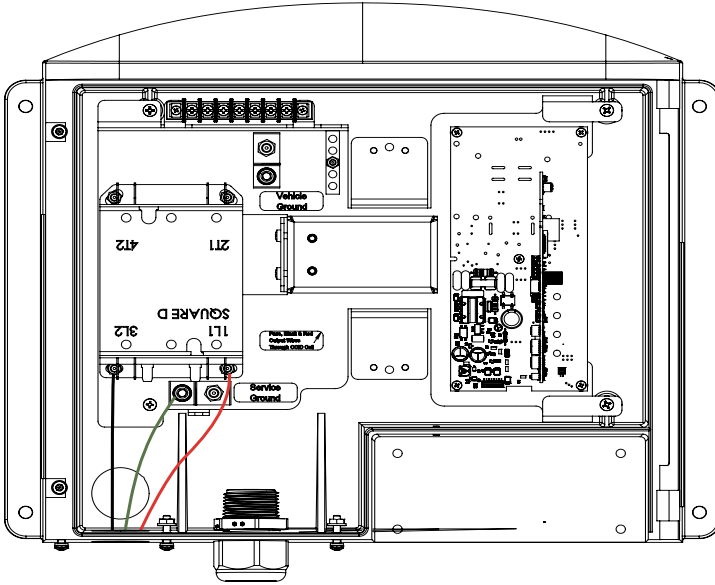

Figura 7. Instrucciones de cableado de alimentación de 208/240 V CA
- Solo se necesitan tres cables para conectar el CS-100: **línea 1, línea 2 y conexión a tierra de servicio**, como se muestra en la figura 7. Conecta la unidad desde el panel del disyuntor con cables del tamaño indicado en los códigos eléctricos locales. El disyuntor debe tener una potencia nominal de 100 A del 25% por encima de la salida continua máxima del EVSE.
- Las fases de línea 1 y línea 2 terminan en el lado de entrada del propio contactor, como se muestra en la figura 7. La conexión a tierra de servicio termina en el terminal de tierra de la parte inferior de la carcasa.